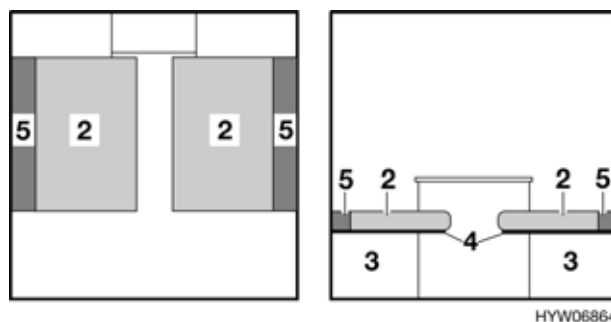

Fig. 100 Dopo la trasformazione in letti singoli
- Estrarre il telaio portamaterasso (Fig. 100,4) per l'allargamento del letto sul cassone sinistro e su quello destro.
- Piazzare il cuscino aggiuntivo (Fig. 100,5) tra il cuscino del divano (Fig. 100,2) e la parete esterna.